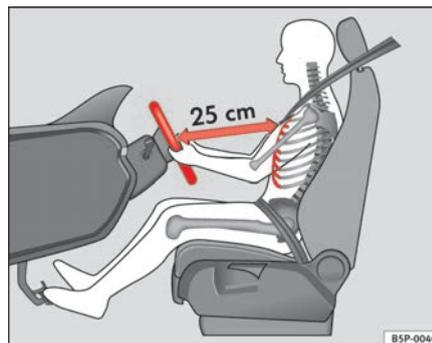

Fig. 114 Posición correcta del conductor
- Ajuste el volante hasta alcanzar la posición deseada ⇒ fig. 114.
- Ajuste el asiento del conductor o el volante de modo que quede una distancia mínima de 25 cm entre el volante y el tórax ⇒ página 160, fig. 114. ¡Si no respeta la distancia mínima, el airbag no le protegerá adecuadamente y corre peligro de muerte!